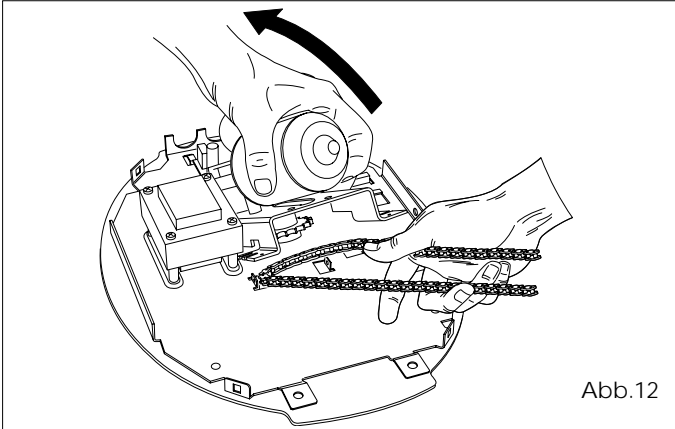

Abb.12
5.7 Das Motoraggregat anheben, wobei darauf zu achten ist, das elektronische Gerät nicht zu beschädigen, und die Kette im Ritzel (Abb.12) einlegen.